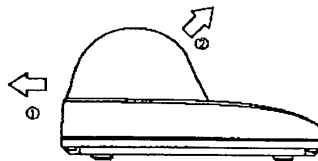

Fig 2.3 : Dépose du couvercle
(1) Faire glisser le couvercle à papier dans la direction de la flèche comme indiqué à la Fig. 2.3